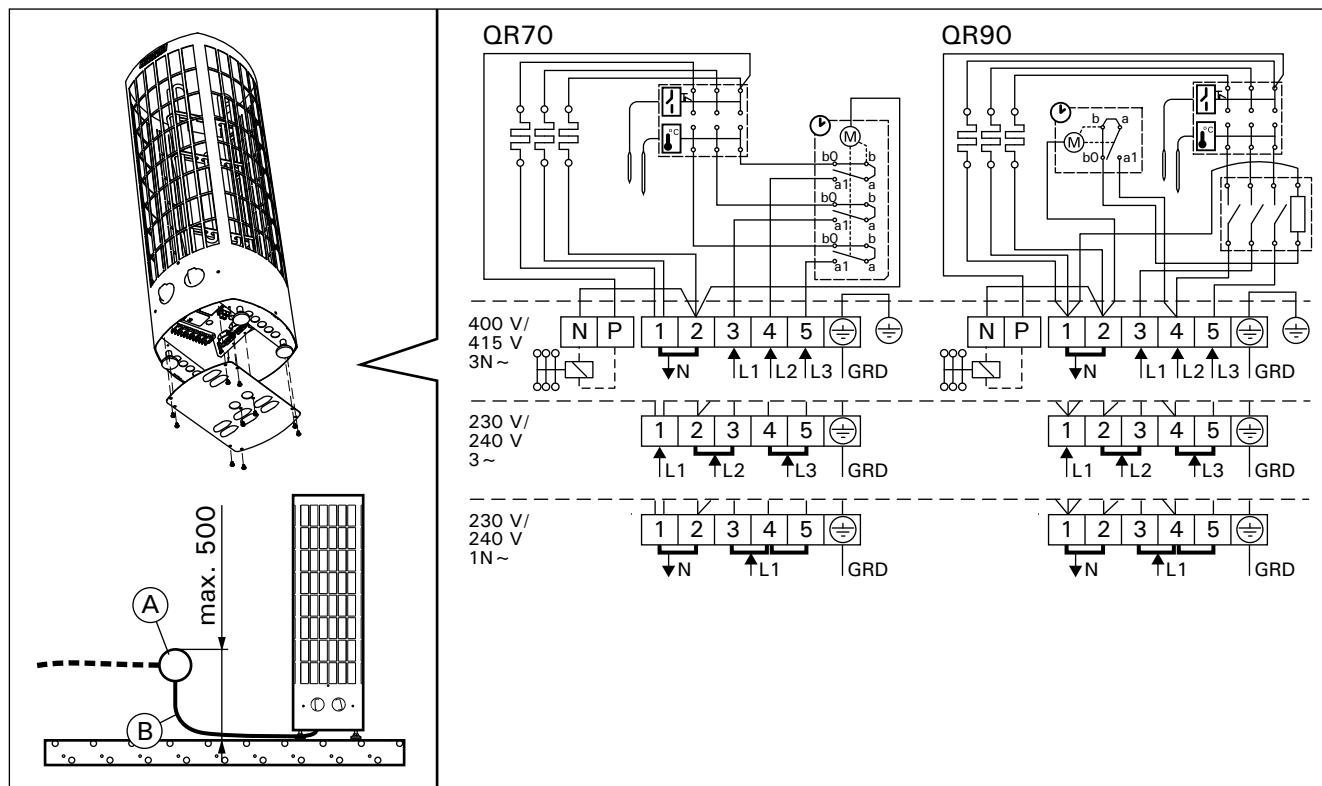

Рисунок 7. Электромонтаж
- Каменка гибким проводом подсоединяется к соединительной коробке (рис. 7: А) на стене сауны. Соединительная коробка должна быть брызгозащищенной и находиться на расстоянии не более 500 мм от пола.
- В качестве кабеля (рис. 7: В) следует использовать резиновый кабель типа H07RN-F или подобный. **ВНИМАНИЕ! Использование кабеля с ПВХ-изоляцией запрещено вследствие его разрушения под воздействием тепла.**
- Кроме клемм питания каменки QR оснащены также клеммой (P), которая делает возможным управление электрическим нагревом (рис. 7). Управляющее напряжение передается от каменки, когда она включена. Кабель управления электронагревом подводят прямо к соединительной коробке каменки и дальше с помощью резинового кабеля, равного по сечению соединительному кабелю, к клеммнику.